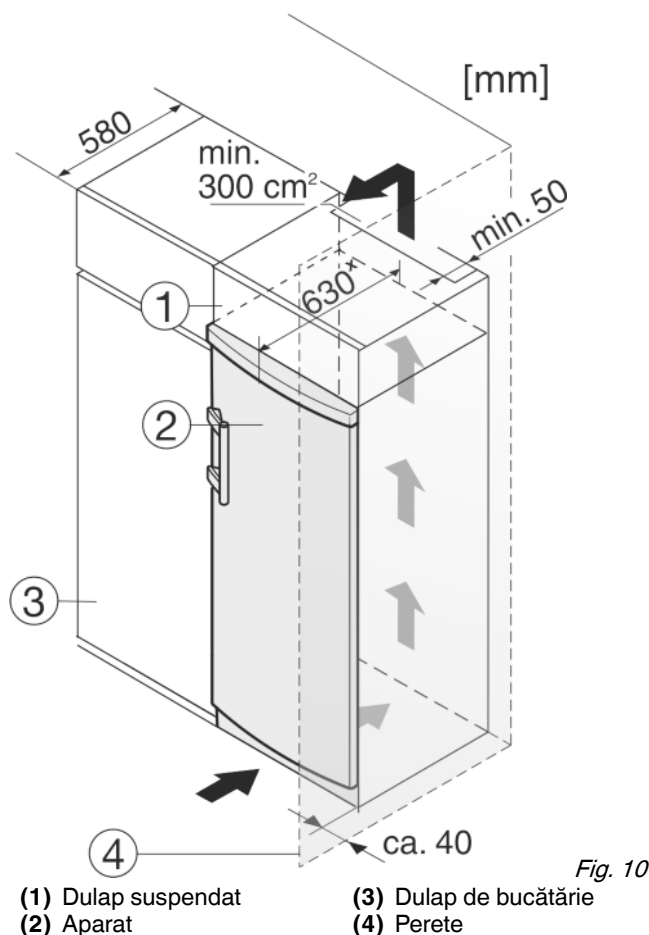

Fig. 10
Aparatul poate fi refăcut cu dulapuri de bucătărie. Pentru a aduce aparatul Fig. 10 (2) la același nivel cu mobilierul de bucătărie, se poate monta deasupra aparatului un dulap suspendat Fig. 10 (1).
La integrarea în dulapurile de bucătărie (adâncime maximă 580 mm), aparatul poate fi amplasat direct lângă dulapul de bucătărie Fig. 10 (3). Aparatul iese în afară în partea laterală cu 34 mm *, iar în centrul aparatului cu 50 mm *, în raport cu suprafața frontală a dulapului de bucătărie.
Atunci când aparatul este montat cu balamalele lângă un perete Fig. 10 (4), distanța dintre aparat și perete trebuie să fie de minim 40 mm. Această valoare corespunde proeminenței mânerului cu ușa deschisă.